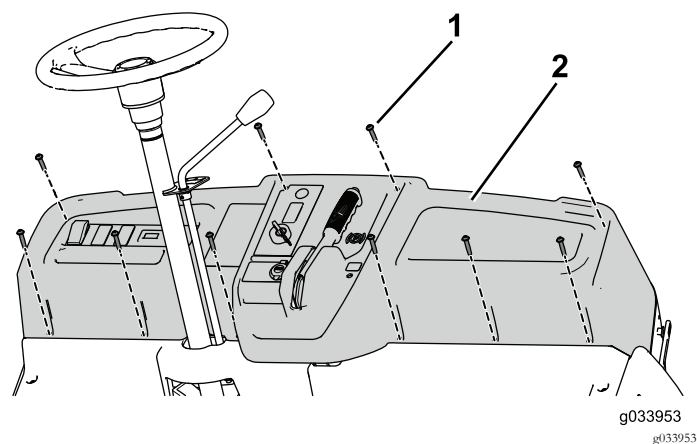

Bild 32
9. Befestigen Sie das Armaturenbrett mit den zehn Schrauben ($\frac{1}{4}$ " x $1\frac{1}{4}$ ") an der Maschine (Bild 32).